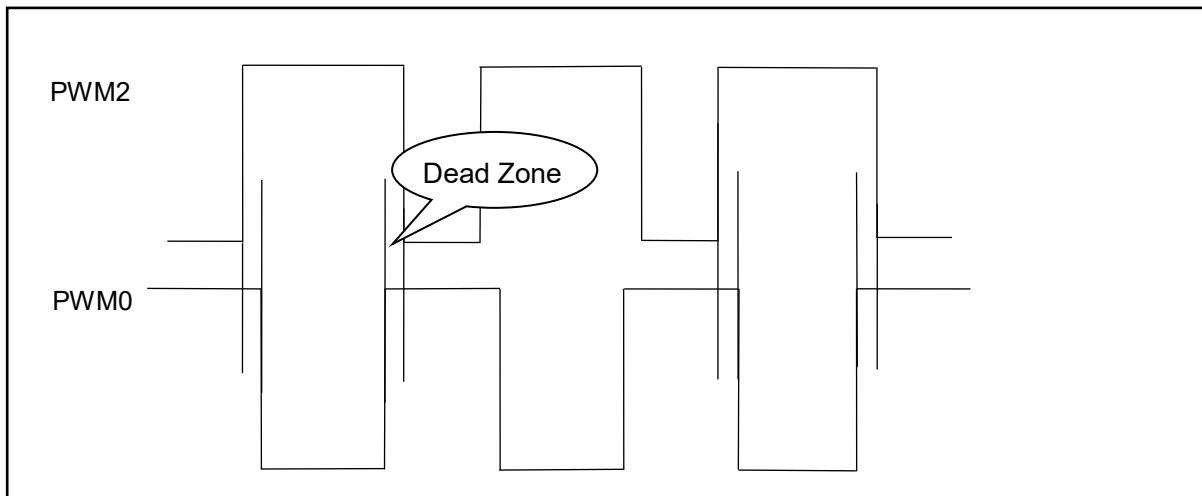

图 16: 两路互补 PWM 波形
- 上述程序中，固定占空比时对应的 PWM0/PWM2 波形如图 16 所示。